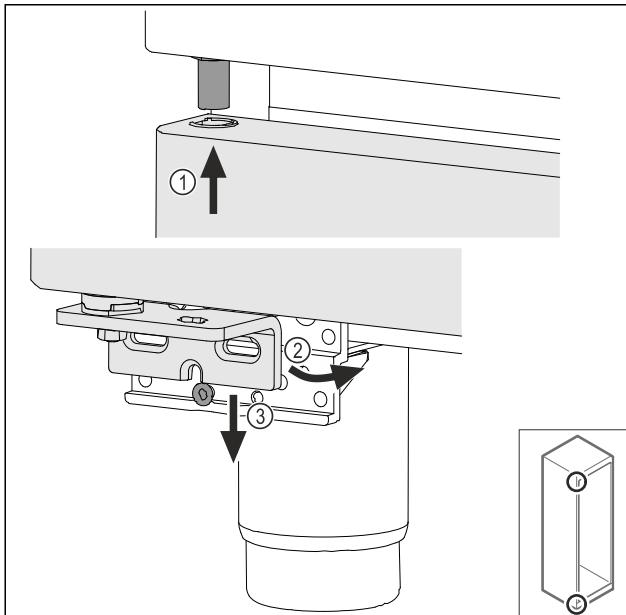

Fig. 47
► Зачепити двері зверху під нахилом Fig. 47 (1), вирівняти двері прямо Fig. 47 (2) і знизу встановити на гвинт Fig. 47 (3) опорного кронштейну.